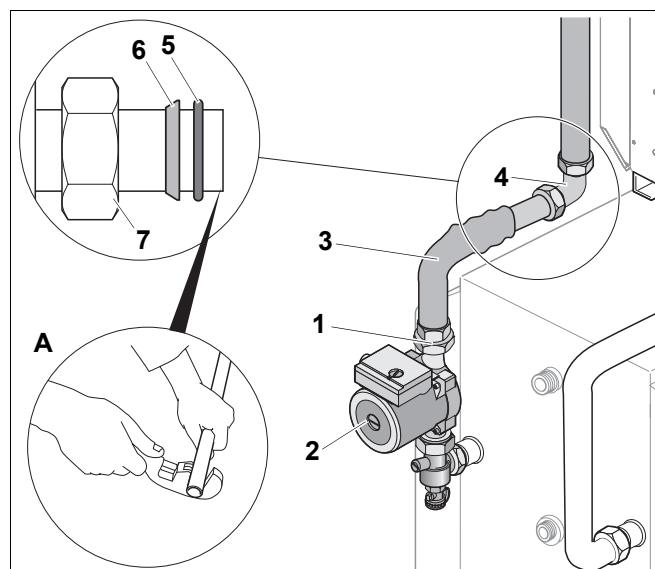

Рис. 10 Присоединение трубы подающей линии к баку-водонагревателю
- Отрезать отвод трубы подающей линии (рис. 10, **поз. 3**) согласно таб. 4.
- Слегка прикрутить отвод трубы подающей линии (рис. 10, **поз. 3**) вместе с вложенным уплотнением (рис. 10, **поз. 1**) к всасывающему штуцеру загрузочного насоса.
- Надеть накидную гайку (рис. 10, **поз. 7**), зажимное кольцо (рис. 10, **поз. 6**) и кольцо (Ø 26 x 3; рис. 10, **поз. 5**) на горизонтальную трубу.
- Надеть зажимное кольцо (рис. 10, **поз. 6**) скошенной стороной к накидной гайке (рис. 10, **поз. 7**) (см. выноску на рис. 10).
- Надеть отвод подающей линии на угловое резьбовое соединение с зажимным кольцом (рис. 10, **поз. 4**).